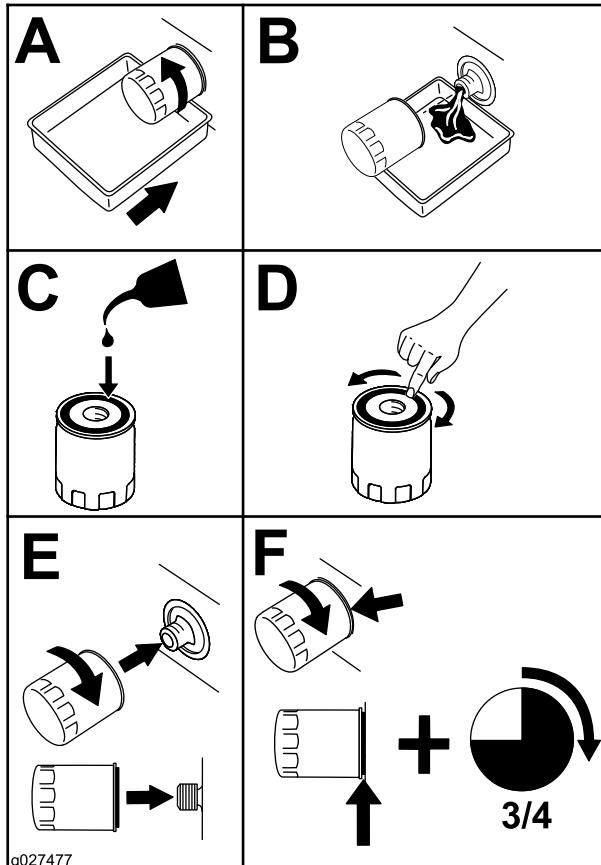

Figura 59
- Substitua o filtro do óleo do motor (Figura 59).